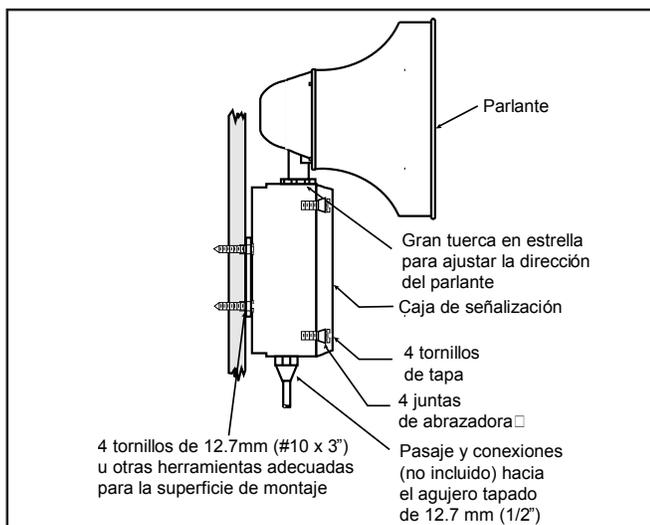

Figura 2. Montaje del Adaptatone
1. Montar el Adaptatone según la descripción en la Figura 2.
6. Para ajustar la dirección del parlante, soltar la gran tuerca en estrella (Figura 2) y girar el parlante hasta la posición aproximada deseada. Volver a apretar la tuerca y girar el parlante ligeramente en el sentido de las agujas del reloj hasta que se trabee.